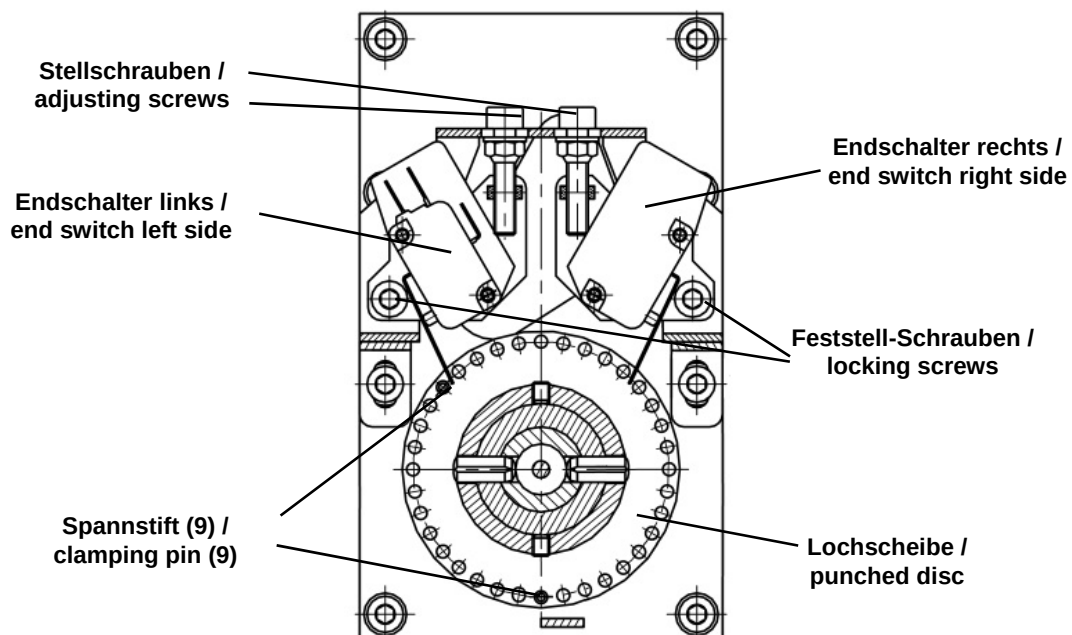

Abb. 21: Antriebseinheit (1) / pict.21: drive unit (1)
- Den Lasttrennschalter per Schaltkurbel manuell im Uhrzeigersinn einschalten. Dabei auf Freilauf des Motorkettenrades achten (ggf. durch ziehen der Handnotentriegelung entriegeln). Nachdem die Einschaltung erfolgt ist, die Welle bis zum absoluten Ende des Schaltweges weiterdrehen. Der maximal mögliche Schaltwinkel ist nun erreicht. Den Spannstift in die Lochscheibe einsetzen, so dass der Endschalter links (s. Abb. 21) sicher geschaltet wird.
- Den Lasttrennschalter per Schaltkurbel manuell gegen den Uhrzeigersinn ausschalten. Nachdem die Ausschaltung erfolgt ist, die Welle bis zum absoluten Ende des Schaltweges weiterdrehen. Der maximal mögliche Schaltwinkel ist nun erreicht. Den Spannstift in die Lochscheibe einsetzen, so dass der Endschalter rechts (s. Abb. 21) sicher geschaltet wird.